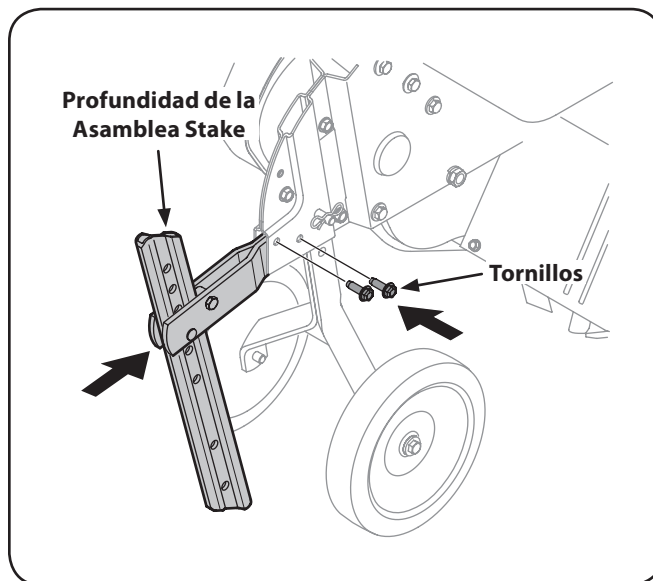

Figura 3-6
2. Introduzca el conjunto de la estaca de profundidad en el cuadro y volver a instalar los dos tornillos que quitó antes. Apriete los tornillos hexagonales de forma segura. Vea la Figura 3-6.